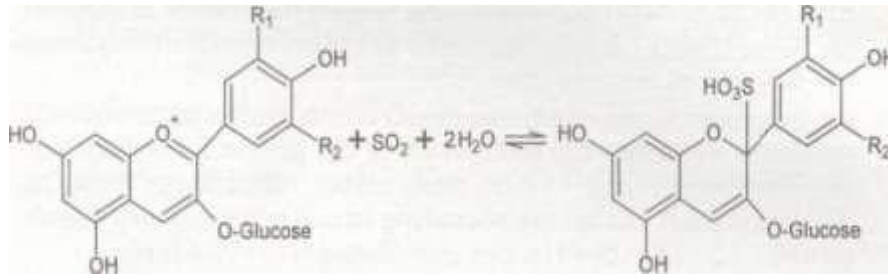

Abb. 3: Reaktion eines roten Farbstoffs bei der „Schwefelung“²
- 2.2 Das bei der Schwefelung zugesetzte Schwefeldioxid reagiert auch mit Farbstoffen des Weines. Abbildung 3 zeigt eine solche Reaktion mit einem roten Farbstoff im Wein.